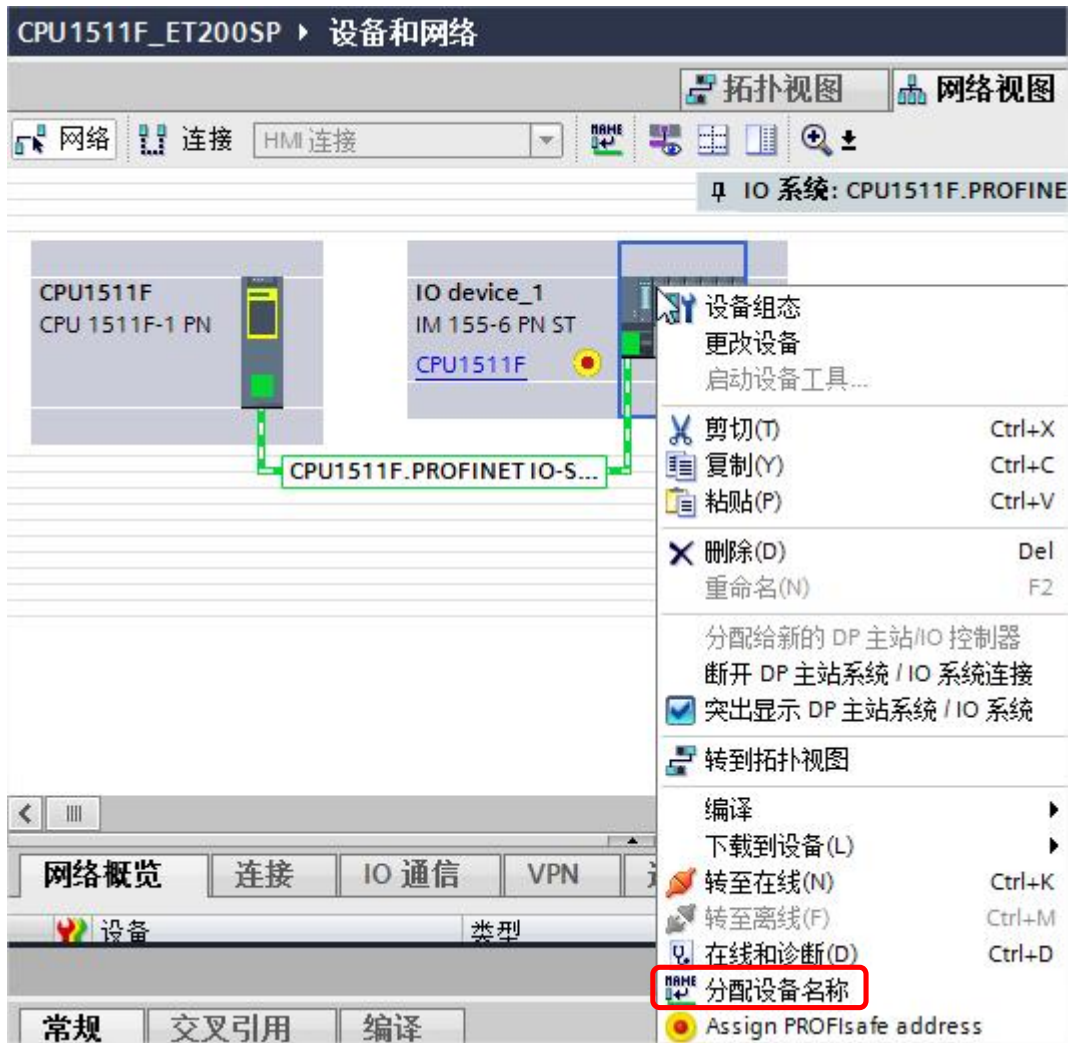

图 2-13 分配设备名称
- 9) 分配 ET200SP 设备名称，首先在网络视图中选中 IM155 站点，点击鼠标右键中“分配设备名称”，如图 2-13 所示。